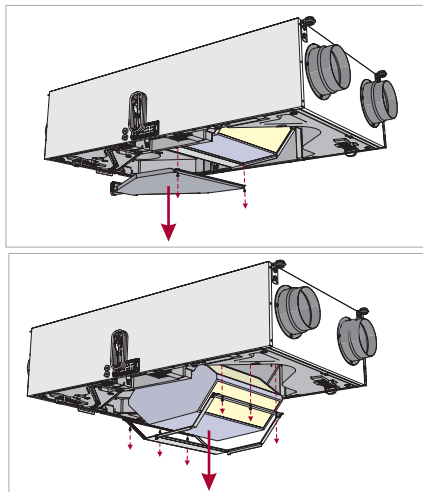
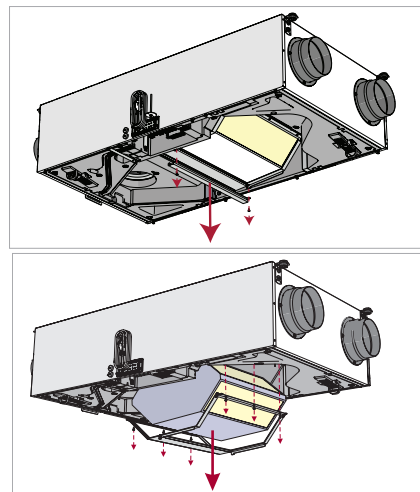
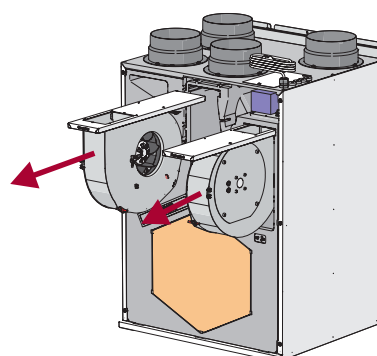

Rys. 6.5.1 Smarty 2X P
Rys. 6.5.2 Smarty 2X P E
Rys. 6.6.8 Smarty 3X P / 4X P
UWAGA. Przed wykonaniem kroków wskazanych na Rys. 6.5.1 / Rys. 6.5.2, należy wykonać kroki wskazane na Rys. 6.3.1.
UWAGA. Przed wykonaniem kroków wskazanych na Rys. 6.6.7, należy wykonać kroki wskazane na Rys. 6.3.1 (1-3) oraz na Rys. 6.5.1 (1-4) / Rys. 6.5.2 (1-2).
UWAGA. Przed wykonaniem kroków wskazanych na Rys. 6.6.8, należy wykonać kroki wskazane na Rys. 6.3.2 oraz na Rys. 6.5.4 (1-3).
- Podczas demontażu przepustnicy należy wykonać kroki wskazane na Rys. 6.3.1 (1-3), Rys. 6.5.1 lub Rys. 6.5.2 (1-3), Rys. 6.6.7 (1-3) w przypadku urządzenia Smarty 2X P, a w przypadku urządzenia Smarty 3-4X P należy wykonać kroki wskazane na Rys. 6.3.2, Rys. 6.5.3 lub Rys. 6.5.4 (1-3), Rys. 6.6.8 (1-2).